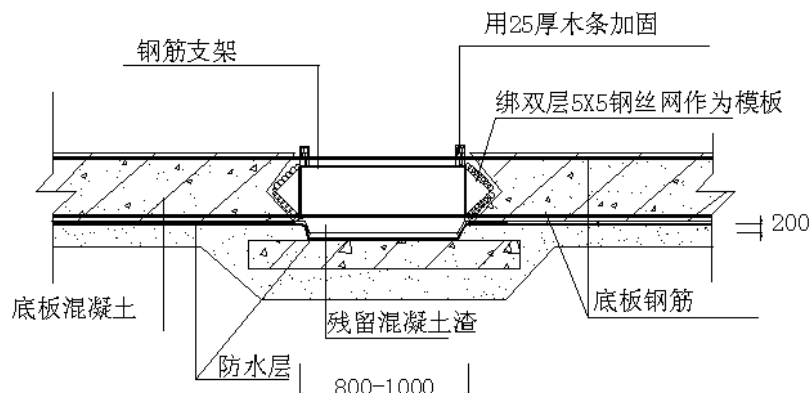
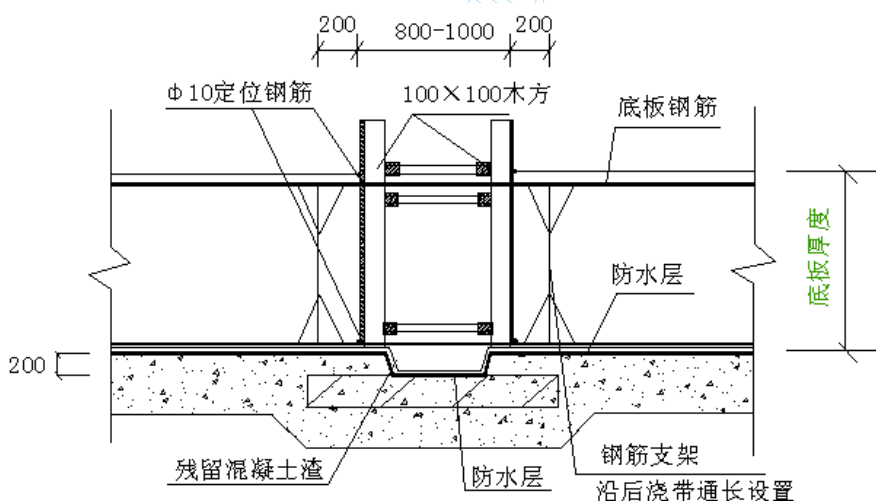

图 1
图 2
5.2.2 当用钢丝网作后浇带侧面模板时，应在板筋绑扎完毕后，根据放线位置焊接钢筋架（钢筋直径按底板厚度及配筋量确定），随后绑扎双层 5×5mm 钢丝网，扎点间距为 200mm，上、中、下全部满扎，保证钢丝网与支架连接牢固，如图 1 所示。对于基础梁处的后浇带，可在梁中放置预制的钢筋网片固定钢丝网。
5.2.3 当用木模板作后浇带侧模时，可在距后浇带外边缘 200mm 处沿后浇带通长每边设一道钢筋支架（钢筋直径视底板厚度及配筋而定），底板钢筋点焊于支架上。支模时，先在底板面筋及底筋的后浇带位置，用 $\phi 10$ 通长钢筋焊出后浇带侧模板定位线，再支设模板及横竖向支撑。如图 2 所示：
5.2.4 为便于清理干净后浇带中的垃圾渣物，可将后浇带垫层的面标高下移 200mm，将残留渣物置于后浇带底部，然后用同后浇带混凝土内砂浆相同成分的水泥砂浆覆盖并抹平，再浇注后浇带混凝土。如图 1、图 2 所示。